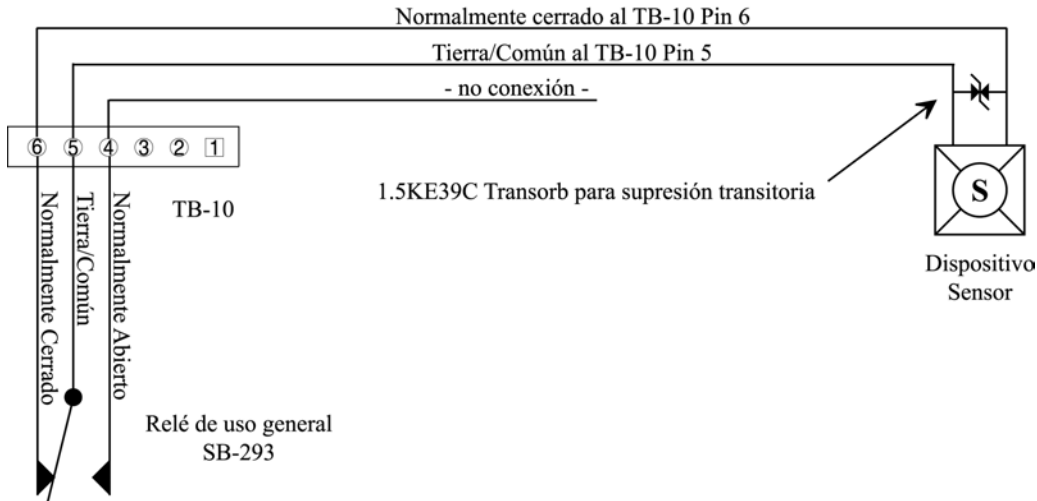

Figura 17: Salida de Uso General – Relé Normalmente Cerrado
- Vea Figura 17 para un dibujo de ejemplo de un Relé de Uso General (GP) Normalmente Cerrado